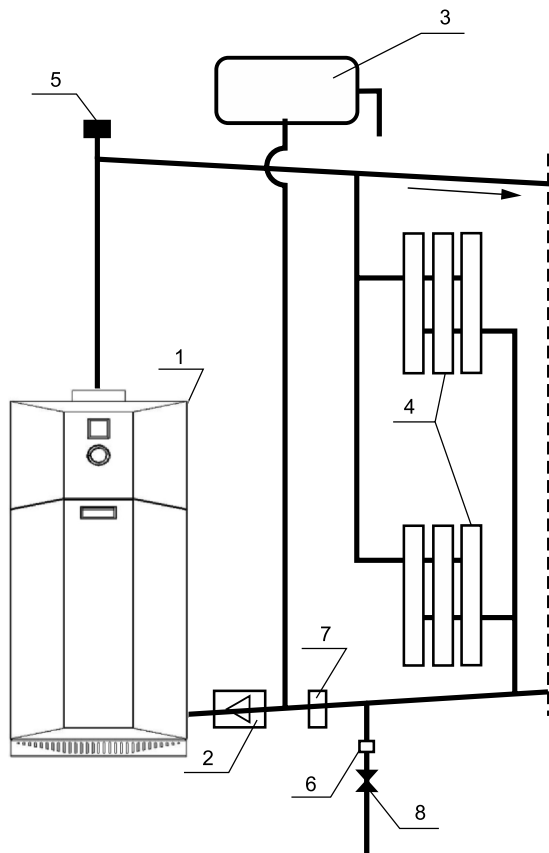

**Рис. 2.**
- 6.7. Расширительный бачок устанавливается в верхней точке главного стояка, желательнее в отапливаемом помещении. Запрещается устанавливать вентиль на сигнальной трубе (см. рис. 2, 3).